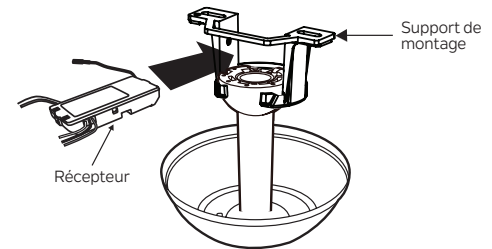

Fig. 13
Étape 1. Insérez le récepteur dans le support de montage du plafond avec le côté plat du récepteur face au plafond. (Fig. 13) Pour de meilleures performances, assurez-vous que l'Antenna noire, à l'extrémité du récepteur, reste prolongée et ne s'emmêle pas avec l'un des fils électriques.